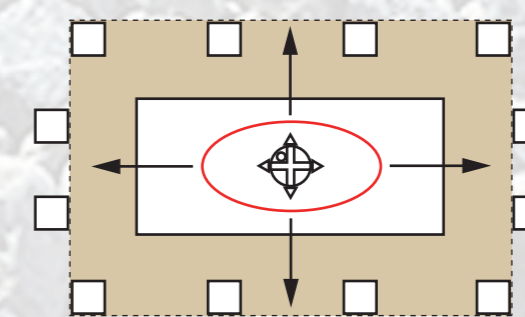
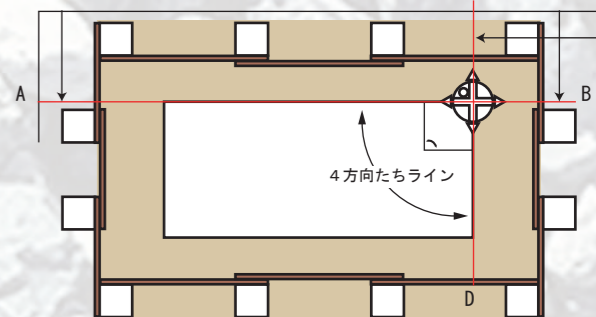

図1
図2
- ①設計図の建物配置図にしたがって、縄張りの外側に水杭を打ちます。
- ②専用短脚(S-68)を縄張りのほぼ中央に設置します。水平レーザーラインの射出高さは短脚取付面から17~19cmです。必要な高さにセットしてCP-S81またはCP-S82(以降、本体と呼称)を取付けます。(図1)
- ③水平(H)レーザーのみを点灯させ、受光器(UK-1)を使用し(写真1)全ての水杭に水平ラインをマーキングし、貫き板を張ります。
- ④建物配置図により貫き板の3箇所(A、B、C)にマークしA~Bと、C~D(Dの位置はおおよそその位置)に水糸を張ります。(図2)Cの位置をA~Bの水糸にも付けられれば、鉛筆の芯などで付けます。
- ⑤貫き板のAの位置に受光器をセットします。(写真2)
- ⑥水糸のクロス位置の真下に短脚を水平にセットして本体を取付けます。(写真3)(図2)
- ⑦本体と短脚の締め付けを少し緩め、垂直(V)レーザーを点灯します。
- ⑧(写真4)の様にコピー用紙などに十字を書いた紙をかざし、本体をスライドさせて水糸のクロスラインとレーザーのクロスラインを合わせます。
- ⑨本体を締め付けて固定し、クロスラインの重なりを確認した上でA位置に固定している受光器の電源を入れます。本体の回転機構と回転微調整機構を使って受光器の緑インジケータを点灯させます。
- ⑩A位置の受光器を取外しDの位置に移動します。緑色が点灯する位置を探してマーキングします。(写真2)
- ⑪C~Dのおおよそに張った水糸の位置を修正します。
- ⑫B点、C点のレーザーラインは目視して確認します。
- ⑬以上で水盛りと矩振り作業は終わりです。